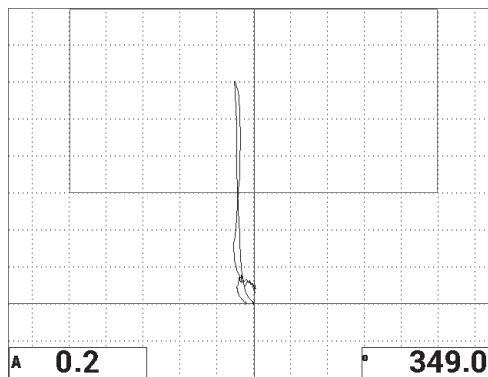

图 6-27 在脱粘缺陷上的第二次扫查
7. 再次扫查 13 毫米脱粘缺陷（参见第 131 页的图 6-27）。